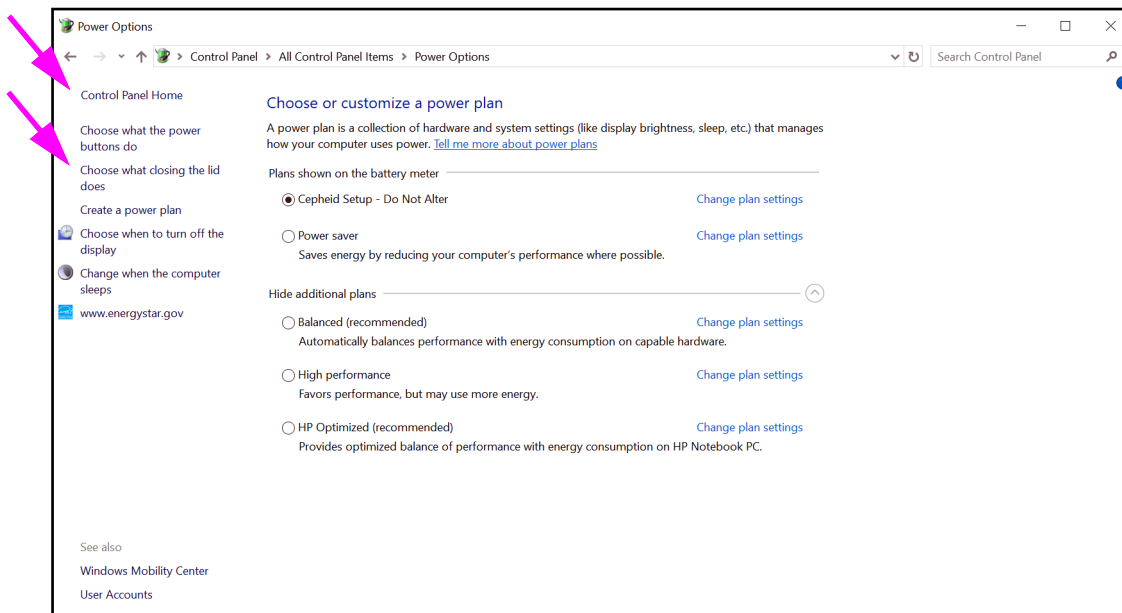

Abbildung 2-29. Fenster „Power Options“ (Energieoptionen)
9. Klicken Sie auf **Cancel (Abbrechen)**, um das Fenster „Edit Plan Settings“ (Planeinstellungen bearbeiten) zu schließen. Das Fenster „Power Options“ (Energieoptionen) erscheint (siehe Abbildung 2-29).